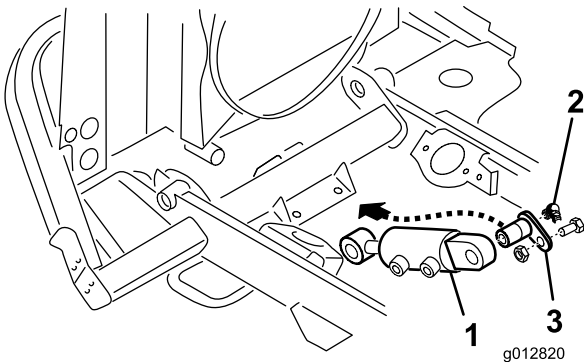

Figura 11
- Monte el extremo fijo del cilindro hidráulico en la parte inferior del soporte del travesaño del bastidor con un pasador de giro (Figura 11).
- Enrosque un engrasador en el extremo del pasador de giro (Figura 11).